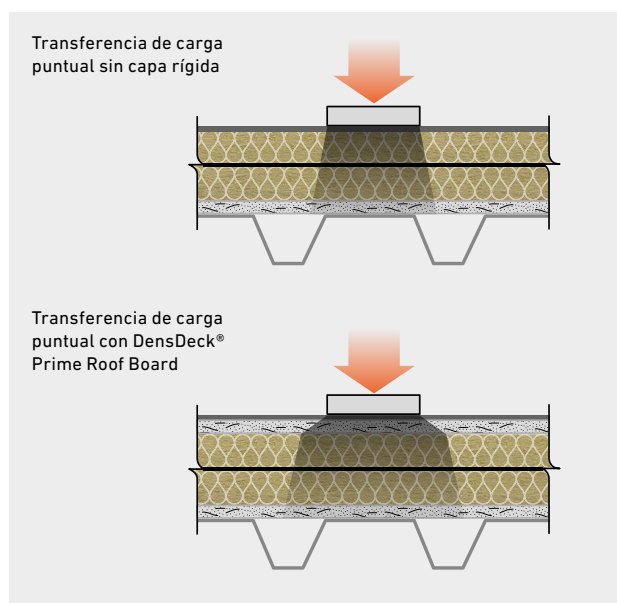

Figura 1: Distribución de carga indicativa: DensDeck® Prime Roof Board ayuda a distribuir las cargas puntuales.
- DensDeck® Prime Roof Board actúa como medio de distribución de la carga debido a su naturaleza rígida (figura 1).